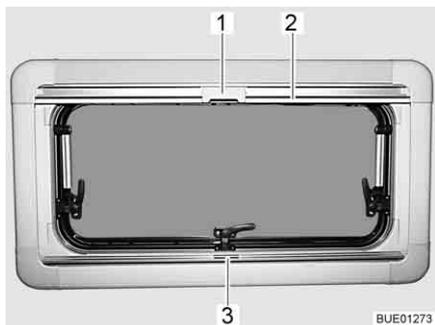

Fig. 118 Finestra apribile
- Afferrare la tendina oscurante pieghevole per la parte centrale della barra di presa (Fig. 118,3), tirarla dal basso verso l'alto e rilasciarla nella posizione desiderata. La tendina oscurante pieghevole rimane in questa posizione.
- Tirare la zanzariera a rullo accompagnandola con la barra di presa (Fig. 118,2) verso il basso, fino a quando la barra di presa non arriva a contatto con la tendina oscurante pieghevole (Fig. 118,3).
- Bloccare l'aggancio (Fig. 118,1) della zanzariera a rullo nella barra di presa della tendina oscurante pieghevole.
- Premere in alto all'indietro l'aggancio (Fig. 118,1) sulla zanzariera a rullo.
- Ricodurre lentamente la zanzariera a rullo accompagnandola con la barra di presa (Fig. 118,2).